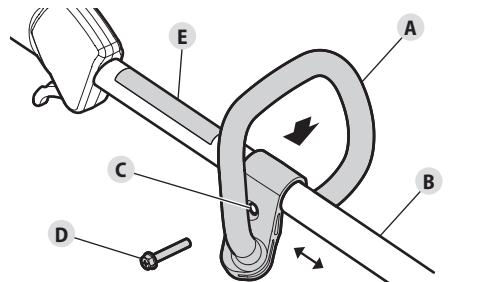

Fig. 10
1. Poussez le manche (Fig. 10-A) sur le tube supérieur de l'arbre (Fig. 10-B). Assurez-vous que l'ouverture du boulon (Fig. 10-C) font face vers la droite.
2. Insérez le boulon (Fig. 10-D) dans son trou et poussez-le à travers. Serrez le boulon avec un tournevis à tête plate, mais ne pas serrer le boulon complètement.
3. Maintenez l'unité en position d'utilisation (Fig. 16). Déplacez le manche vers le haut ou le bas sur le tube supérieur pour trouver une position confortable. S'assurer que la poignée est placée au-delà de l'extrémité de l'étiquette de sécurité (Fig. 10-E).
1. Desserrer le boulon (Fig. 10-D) avec un tournevis à tête plate.
2. Maintenez l'unité en position d'utilisation (Fig. 16). Déplacez le manche vers le haut ou le bas sur le tube supérieur pour trouver une position confortable. S'assurer que la poignée est placée au-delà de l'extrémité de l'étiquette de sécurité (Fig. 10-E).